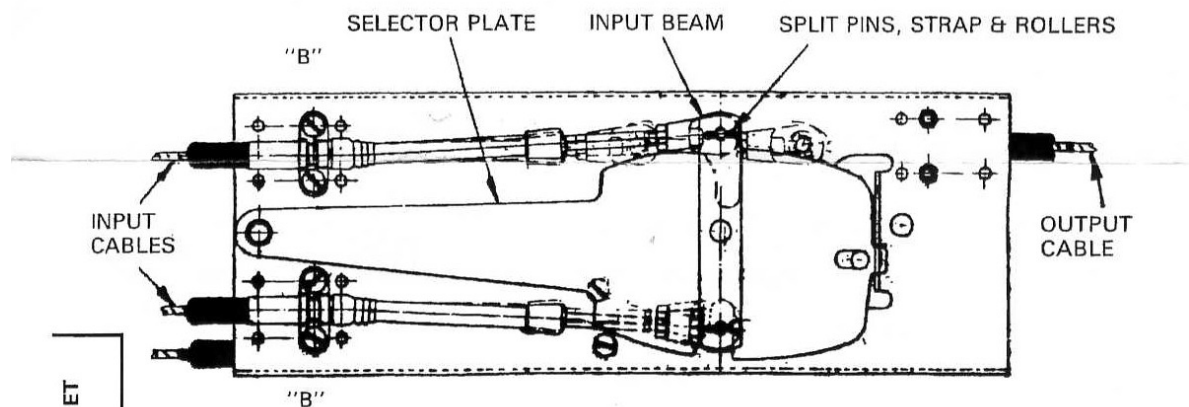

FIGURE 1.
При использовании однорычажных пультов Д/У, устанавливайте тросы Д/У в позиции на шасси, отмеченные как «В» (рис. 1 и 3).
- 3) Зафиксируйте коромысло (input beam) в нейтральном положении, используя две оси диаметром 5 мм, как показано на рисунке 1 (рисунок 1 показывает вид передней части адаптера). Вставляйте оси с задней стороны адаптера. Установите на тросы наконечники с отверстиями так, чтобы величина перемещения каждого троса была одинаковой. Подключите наконечники к коромыслам и установите обратно split pins, strap and rollers (шплинты, манжеты и ролики).